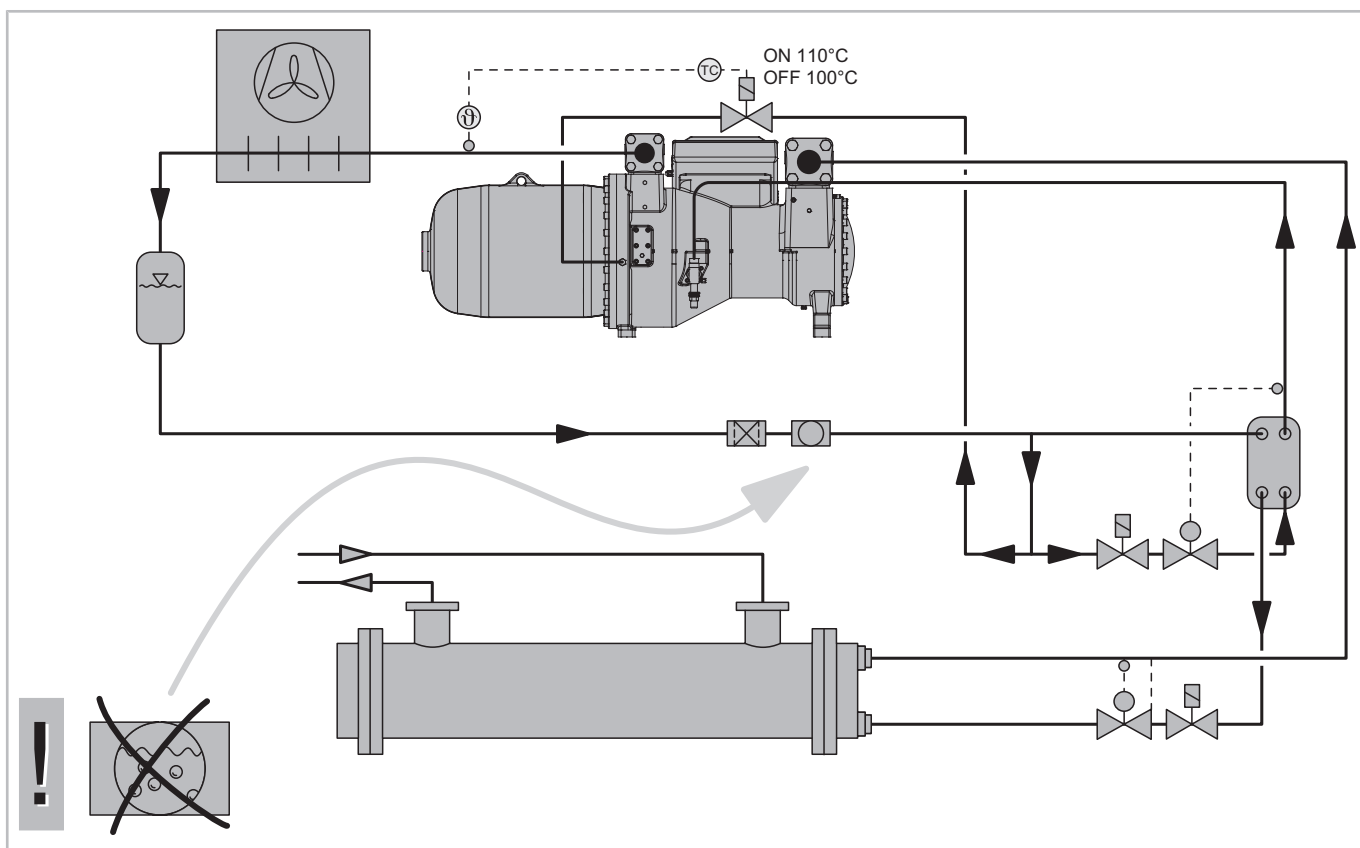

Abb. 23: ECO-Betrieb mit Kältemiteleinstritzung am Beispiel eines Verdichters aus der CSH-Serie
Anlagenschema: *siehe Abbildung 23, Seite 30*
- CSH-Verdichter EIN 110°C / AUS 100°C (*siehe Abbildung 23, Seite 30*)